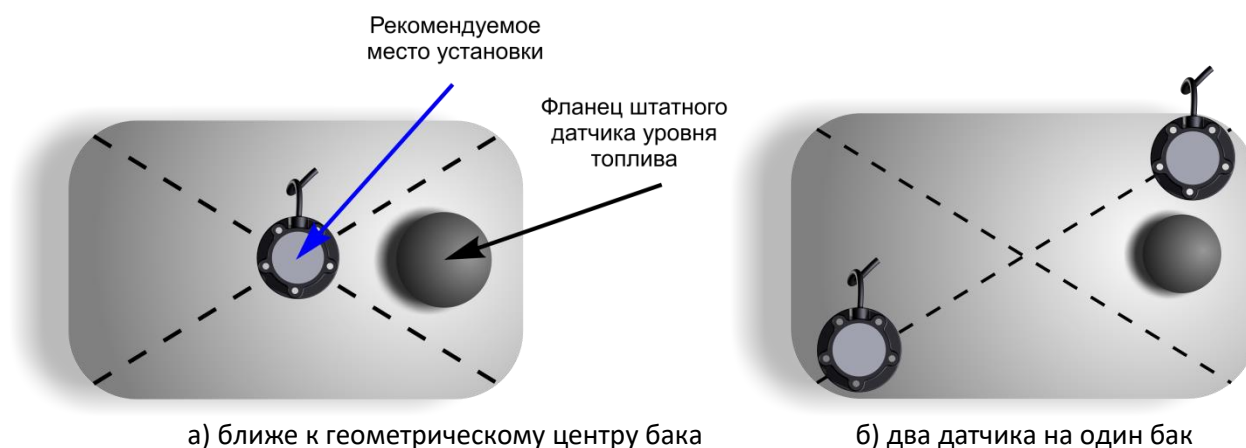
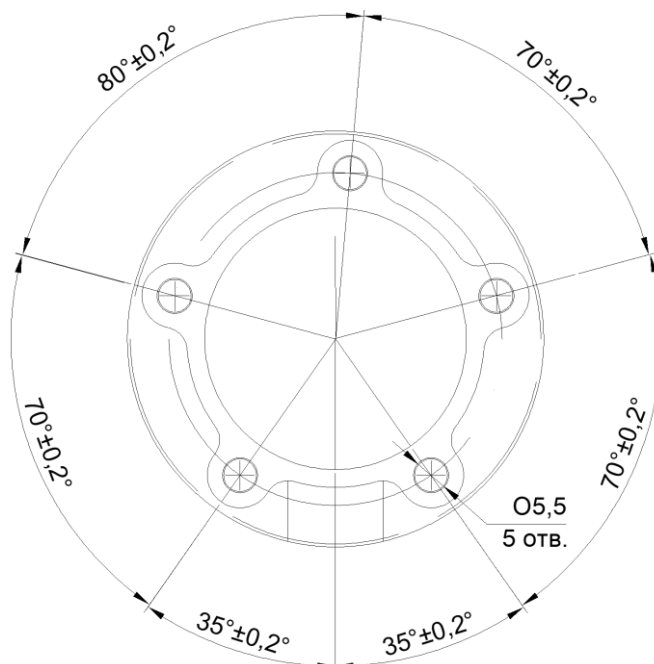

Рисунок 3 – Выбор места установки датчика
Рисунок 10 – Схема расположения отверстий под крепежные элементы
Установка датчика может производиться на место штатного датчика уровня топлива или врезкой в бак. Рекомендуется установка как можно ближе к геометрическому центру бака (рис. 3а), для того, чтобы избежать влияния наклона транспортного средства на показания датчика. В случае установки на двухбаковый автомобиль устанавливается по 1 датчику на каждый бак. В отдельных случаях (при эксплуатации автомобилей по сильно пересечённой местности) рекомендуется установка двух датчиков на один бак (рис. 3,б). В этом случае их необходимо располагать на одной диагонали у противоположных боковых стенок баков и рассчитывать общее выходное значение по формуле: $U_{\text{общ}} = \frac{U_{\text{вых1}} + U_{\text{вых2}}}{2}$.
1. Просверлить центральное отверстие (рис. 3) под монтаж датчика. Для установки датчика необходима биметаллическая коронка диаметром 35 мм. Вставить в него датчик и наметить отверстия для крепления датчика к баку. Схема расположения отверстий под крепёжные элементы представлена на рис. 10.